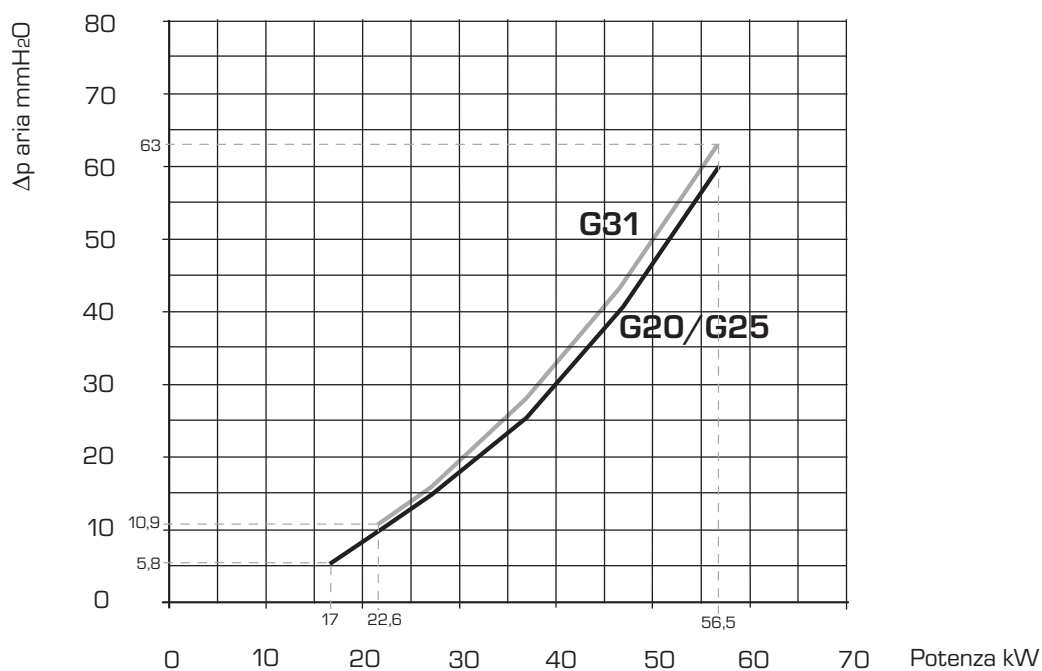

Fig. 19/a
4.2 REGOLAZIONE POTENZA RISCALDAMENTO SINGOLO MODULO (fig. 19 - fig. 19/a)
La potenzialità a cui è tarato il singolo modulo può essere verificata misurando il "Δp aria" con un manometro digitale collegato come indicato in fig. 19. I valori ottenuti dovranno corrispondere a quelli riportati nel diagramma di fig. 19/a.